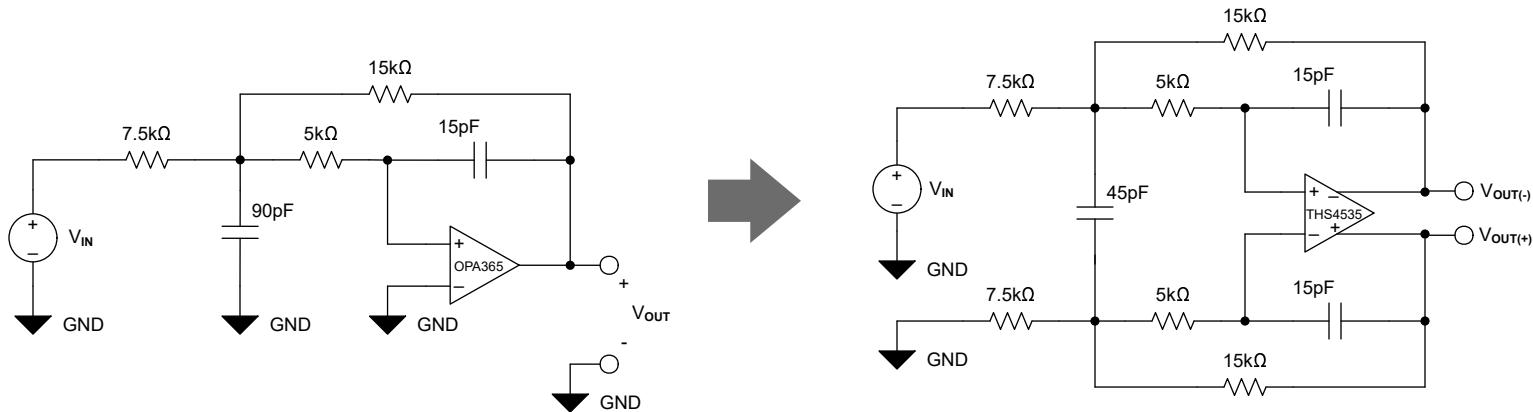

图 6. 500kHz、增益 = 2V/V、低通滤波器原理图
两个标有 C2 的电容器可以使用公式 (1) 串联成一个无源元件，如图 6 所示。